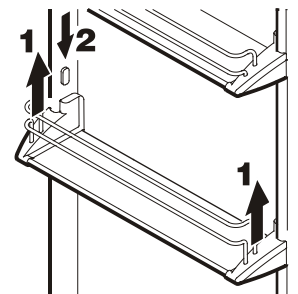

Figure 8
Repositionnement des balconnets de porte - Figure 8
- Retirer les balconnets de porte comme à la **Figure 8**.